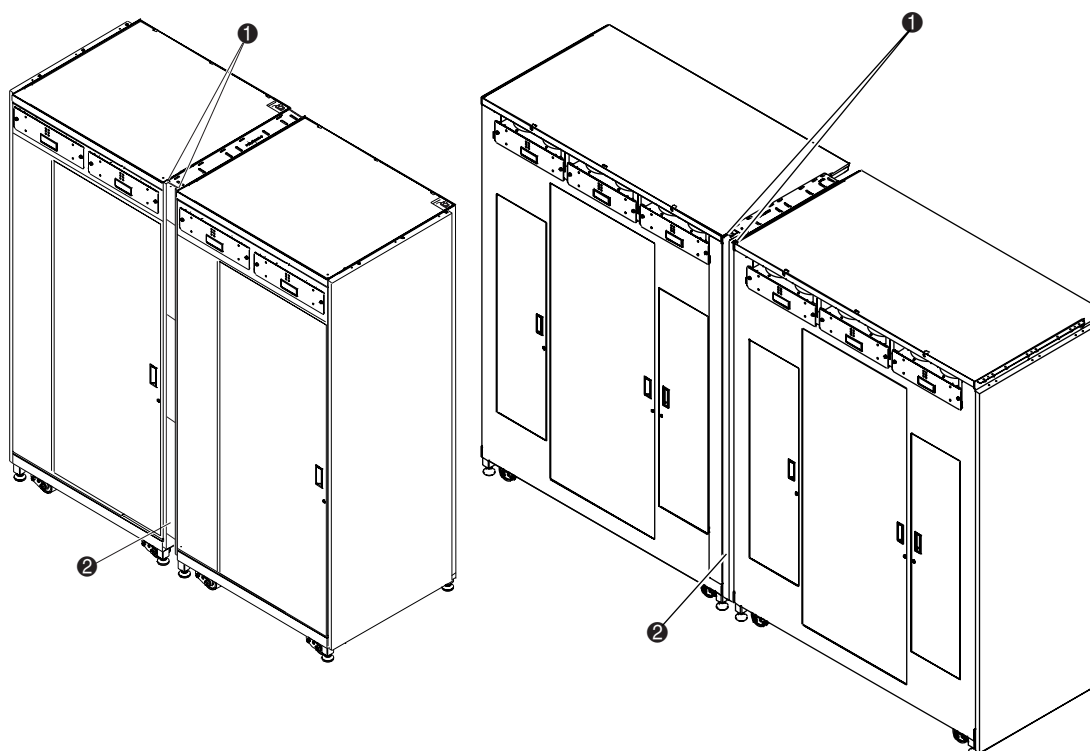

Figura 2-18. Instalación del panel estético posterior
2. Mueva los dos paneles como una sola unidad e instale los refuerzos de sujeción ① en sus correspondientes ranuras en el canal de conexión del receptáculo inferior y baje el conjunto de paneles hasta que los marcos superiores de los paneles estéticos se encuentren sobre los dos marcos de las bibliotecas.
3. Instale los tornillos (Referencia 0615112) para ajustar el panel estético trasero a la placa de conexión del receptáculo superior (❶ Figura 2-18).